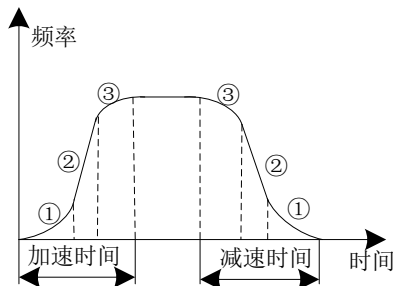

图 6-4 S 曲线加减速
S 曲线起始段时间如图 6-4 中①所示，这里输出频率变化的斜率从 0 逐渐递增。
S 曲线上升段时间如图 6-4 中②所示，这里输出频率变化的斜率恒定。
S 曲线结束段时间如图 6-4 中③所示，这里输出频率变化的斜率逐渐递减到 0。